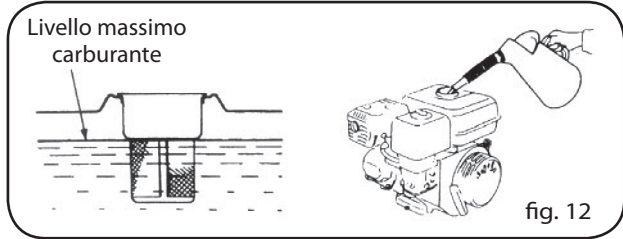

fig. 12
Capacità del serbatoio: 3.6 litri (Fig. 12).
- 2) Se è troppo basso, rabboccare. Ricordarsi che il carburante non deve superare lo spallamento del filtro della benzina (Fig. 12).